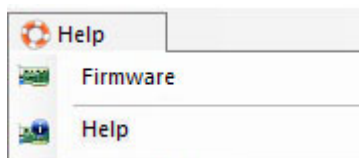

Imagen 10. Menú «Ayuda»
3. El menú «**Ayuda**» (Imagen 10) le permite: